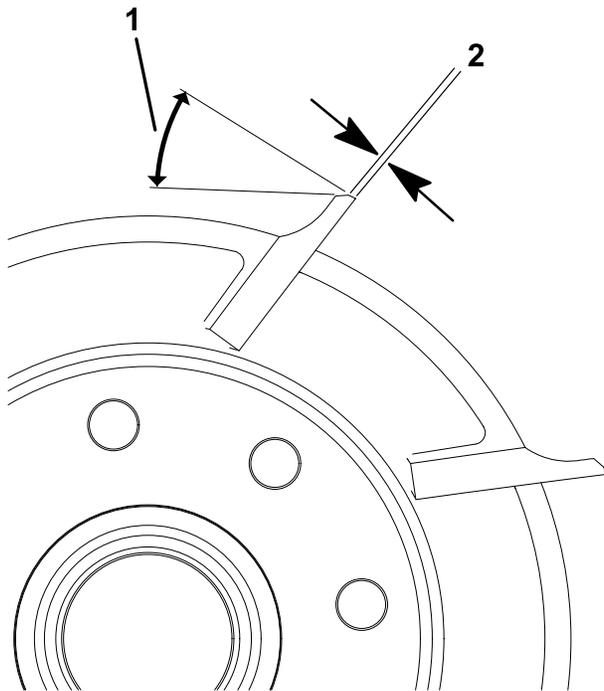

Figura 20
1. Afile todas las cuchillas con un rebajo de 30 grados hasta que la anchura de la superficie de incidencia sea de 0,76 mm (Figura 20.